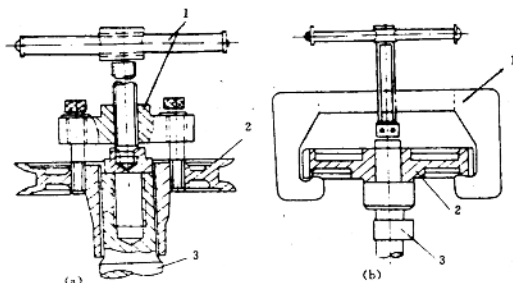

图 1-2 用拆卸器拆卸皮带轮和齿轮
1. 用专用拉马或拆卸器拆卸,如用拆卸器拆卸皮带轮和齿轮,如图 1-2 所示。